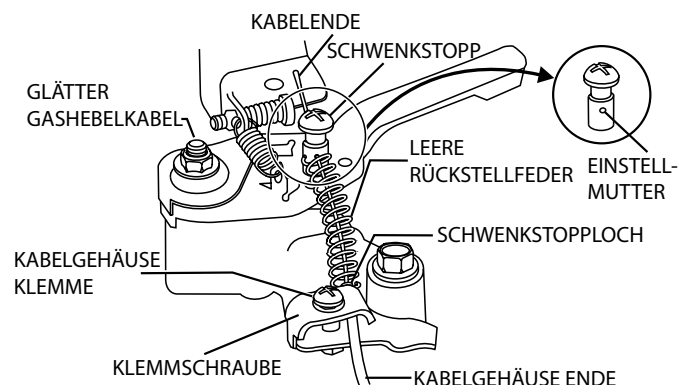

Abbildung 6. Installation des Gashebelkabels (Motor)
3. Verbinden Sie das **Gashebelkabel** mit der Drosselklappe (Abbildung 6) des Motors. Es sollte ein Stück Draht am Glätter befestigt sein, um zu zeigen, wohin das Gashebelkabel gezogen werden muss.